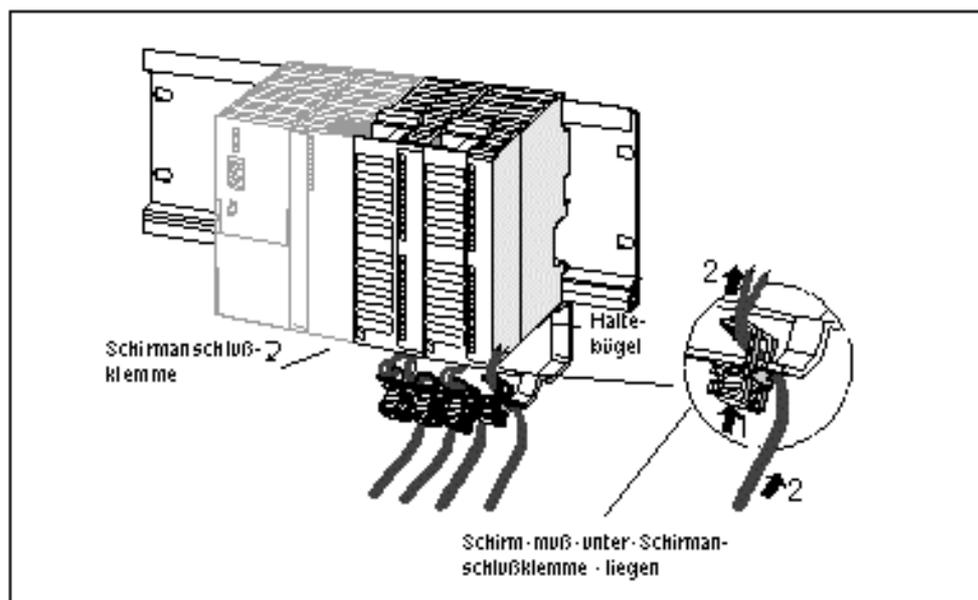

Рис. 5–6. Наложение экранированных 2-проводных кабелей на элемент для обеспечения контакта с экраном
3. Клемма для подключения экрана имеет с нижней стороны колодку с прорезью. Прижмите в этом месте клемму для подключения экрана к краю хомутика (см. рис. 5–6)
На одну клемму для подключения экрана можно зафиксировать всегда только один или два экранированных кабеля (см. рис. 5–6 и таблицу 5–4). Зажимайте кабель за экран, с которого удалена изоляция. Длина лишенного изоляции кабельного экрана должна составлять не менее 200 мм. Если Вам нужно более 4 клемм для подключения экрана, начинайте подключение с нижнего ряда элемента для обеспечения контакта с экраном.